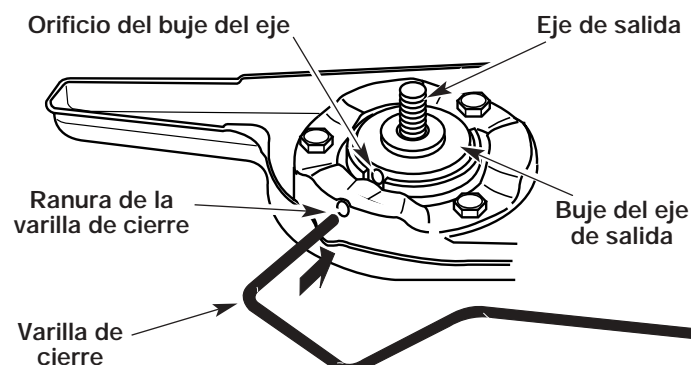
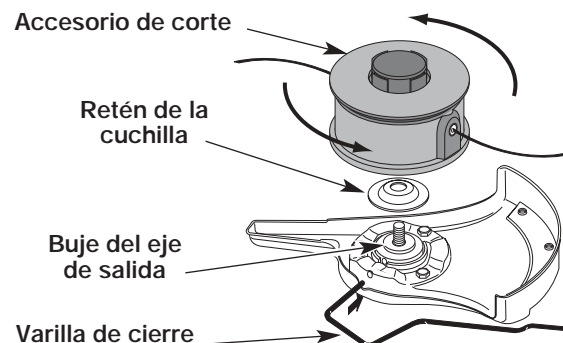

Fig. 8
Fig. 15
1. Alinee el orificio del buje del eje con la ranura de la varilla de cierre e inserte la varilla de cierre en el orificio del buje del eje (Fig. 8).
- Alinee el orificio del buje del eje con la ranura de la varilla de cierre e inserte la varilla de cierre en el orificio del buje (Fig. 8).
- Alinee el orificio del buje del eje con la ranura de la varilla de cierre e inserte la varilla de cierre en el orificio del buje del eje (Fig. 8). Coloque el retén de la cuchilla en el eje de salida con la superficie plana contra el buje del eje de salida según se ilustra en la Fig. 15. Enrosque el accesorio de corte en sentido antihorario en el eje de salida. Ajuste bien.